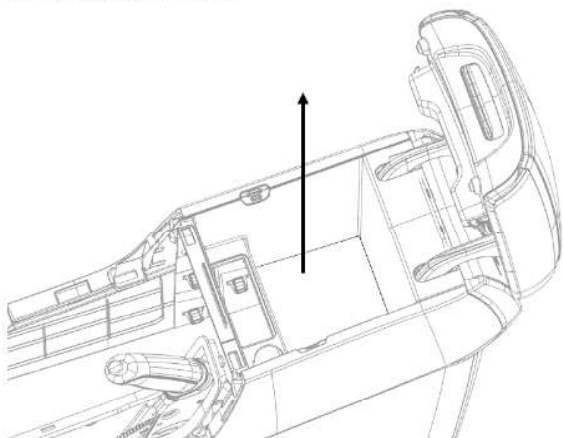

图2-21 副仪表板扶手打开示意
(1) 先将手刹拉起一定高度，打开扶手，使副仪表处于如图2-21所示状态。
(2) 用手沿图2-21箭头所示位置，将副仪表板储物箱隔震垫取出。